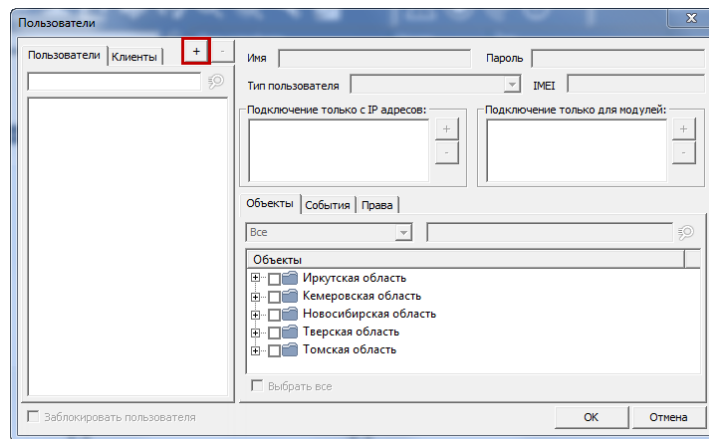

Рис. 10.1. Окно *Пользователи*
- 3) Для регистрации пользователя нажмите кнопку (Рис. 10.1).